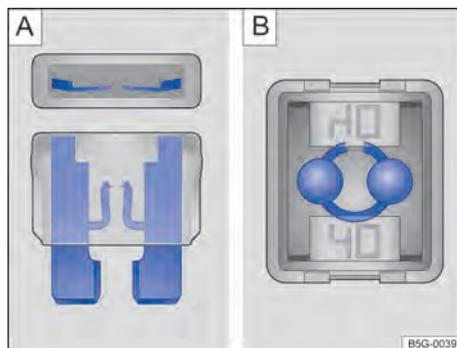

Fig. 174 Fusível queimado: A) fusível plano, B) fusível de bloqueio.
- Um *fusível plano* (ATO[®], MINI[®]) queimado é reconhecido de cima ou de lado pela carcaça transparente nas faixas metálicas derretidas → Fig. 174 **A**.
- Um *fusível de bloqueio* (JCASE[®]) queimado é reconhecido pelas faixas metálicas derretidas por cima da carcaça transparente → Fig. 174 **B**.